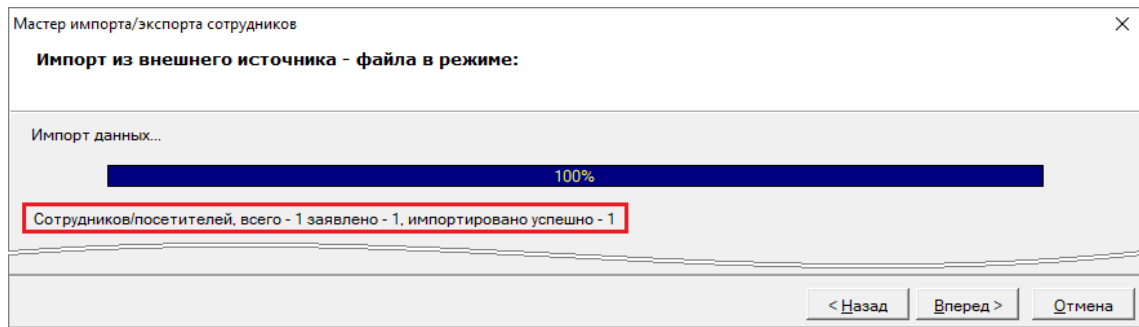

Рисунок 15-61 Информация об итогах операции импорта
- 11) В шаге «Импорт данных выбранных объектов» (см. п. 15.4.4) дождаться завершения операции импорта и убедиться в успешном импорте выделенного количества сотрудников в строке информации об итогах операции импорта (см. Рисунок 15-61);